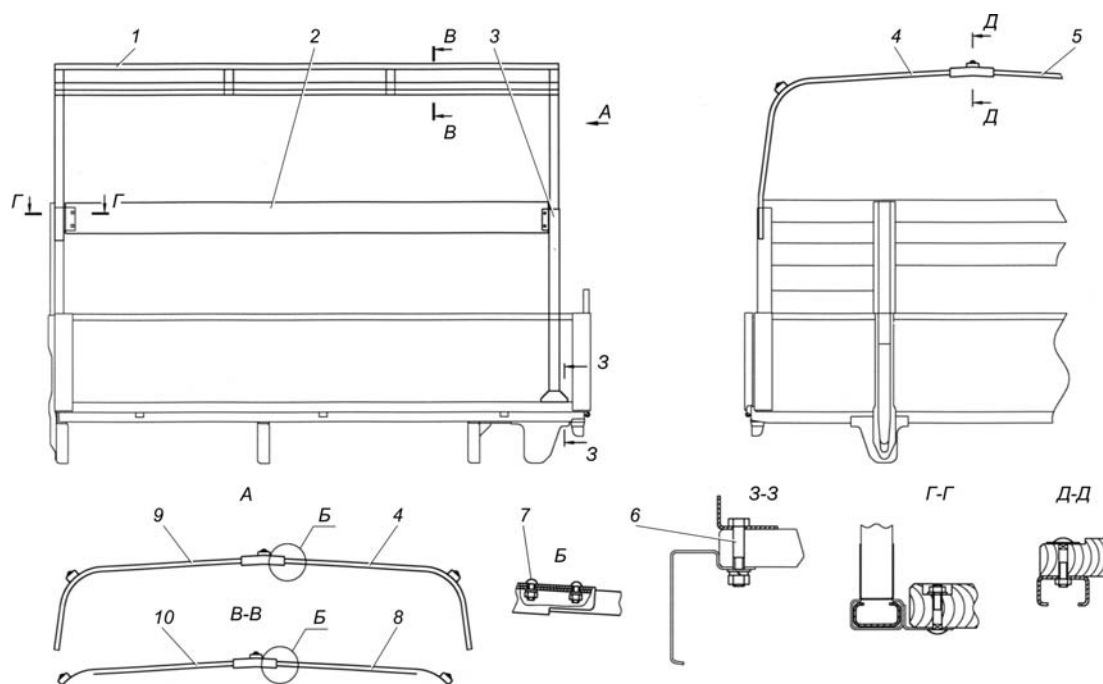

Рис. 12.6. Установка деталей каркаса тента:
Установка каркаса тента показана на рис. 12.6.
1. Установить стойку 3 (рис. 12.6) с левой стороны платформы и стойку тента среднюю правую (на рис. не показана) с правой стороны, предварительно вывернув болты 6 из настила пола. После установки стоек закрепить их этими же болтами.